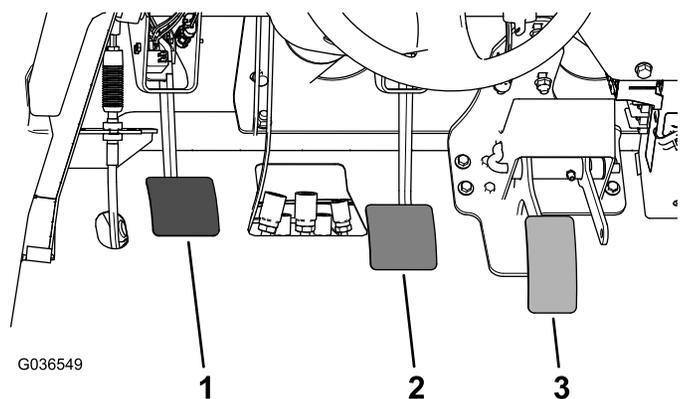

図 66
2. ブレーキペダル 図 66を持ち上げてフレームに接触させる。
3. ヨークをマスターシリンダのシャフトに固定しているジャムナットをゆるめる 図 66。